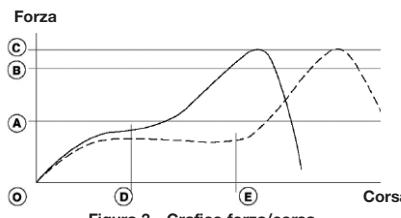

Figura 3 - Grafico forza/corsa
- Bisogna regolare la posizione del nasello come indicato nella figura 3
- Dopo la regolazione, bloccare il controdado del nasello (2) a 10 Nm.